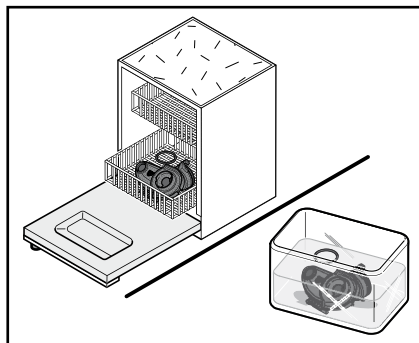

Fig. 39
7. Rengør blandeskålen og tætningsringen (fig. 39):